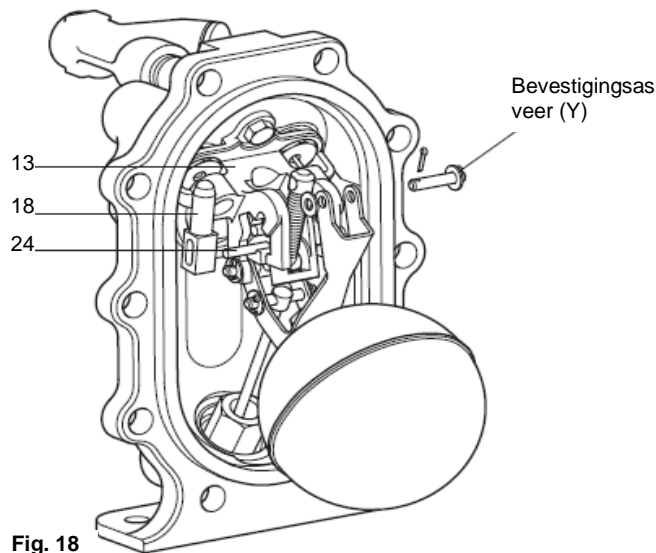

Fig. 18
4. Verwijder de splitpen en sluitring van de bevestigingsas van de veer (zie fig. 18).
6. Trek de veerhefboom omlaag in zijn sleuven tot het gehele veer-en-hefboommechanisme vrijkomt. Het kan nodig blijken de uitlaatklep (item 18) tegen zijn inwendige veer in, achteruit te duwen om het van het supportmechanisme (item 13) los te kunnen maken.
7. Draai voorzichtig de uitlaatklep weg van het getande uiteinde van de hefboom (item 24 in fig. 18). Let er op het kleine drukveertje in de uitlaat klep niet te verliezen of te beschadigen.
9. Het plaatsen van de nieuwe veer en hefboom gebeurt omgekeerd aan de procedure van verwijdering. Denk er aan de kleine drukveer in de uitlaatklep (item 18) samen te drukken alvorens deze op het getande uiteinde van de nieuwe hefboom te plaatsen.
10. Let er op dat de hefboom goed uitgelijnd is en zich mooi in de sleuven van het supportmechanisme bevindt. (item 13)
15. Sluit zorgvuldig de aandrijvende stoomleiding en ontluuchtingsleiding terug aan de aansluitingen gemerkt met (S) en (E) en de condensaatinlaat en uitlaat met de aansluitingen gemerkt met (IN) en (UIT). De APT10-4,5 is nu klaar om terug in gebruik genomen te worden.